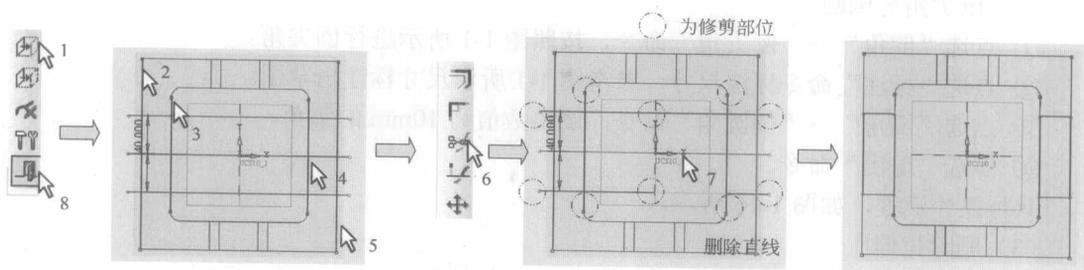

图 1-13 裁剪线条
- ① 点选“草图”工具栏的“增加几何”命令，如图 1-13 所示，选择四条边。
- ② 点选“草图”工具栏的“裁剪”命令，裁剪多余线段，形成两个矩形。
- ③ 删除中间部位的直线。
具体操作流程，如图 1-13 所示。
- ① 在主菜单中选择“实体”→“删除”→“拉伸”。
- ② 点选“ISO 视图”，点选图 1-13 中的草图。
- ③ 点选拉伸方向，输入数值 8mm。
- ④ 点选“确定”。